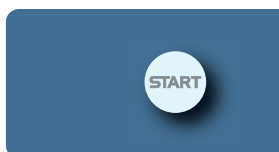

рис. 6
- Снимите фильтр насоса и промойте его щеткой под струей воды (см. **рис. 6**).
- Снимите лопасти, вращающие фиксирующие винты, тщательно промойте форсунки, а также моющие и ополаскивающие рукава под струей воды (см. **рис. 6**).